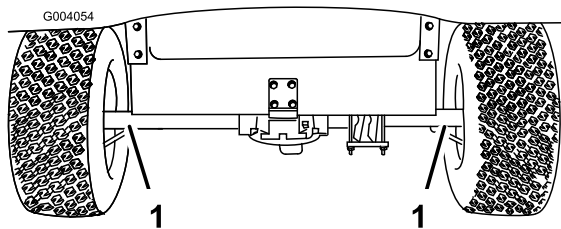
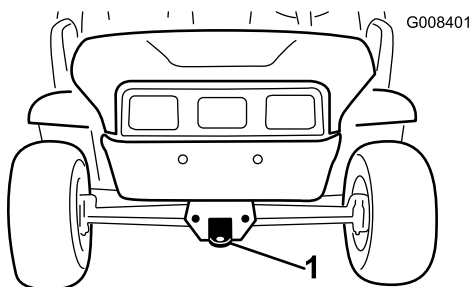

Figura 21
Figura 22
Em distâncias longas, transporte o veículo num atrelado. Verifique se o veículo se encontra bem preso ao atrelado. Consulte Figura 21 e Figura 22 para localizar os pontos de fixação do veículo.
2. Ate um cabo de reboque ao garfo, na parte dianteira do chassis (Figura 22).